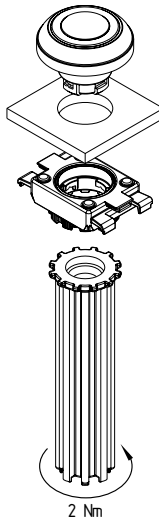

Fig. 1
- Montare gli elementi di comando e della flangia di montaggio con l'ausilio dell'utensile RMW "ruotando verso destra", ovvero in senso orario (vedere Fig. 1):